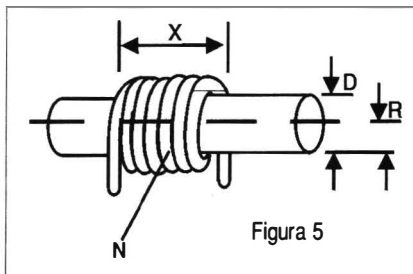

Figura 5
b) O comprimento do enrolamento pode ser conhecido em função do tipo de fio usado. Supondo que o fio seja o 28 com as espiras adjacentes (uma encostada na outra), conforme a figura 5, teremos: